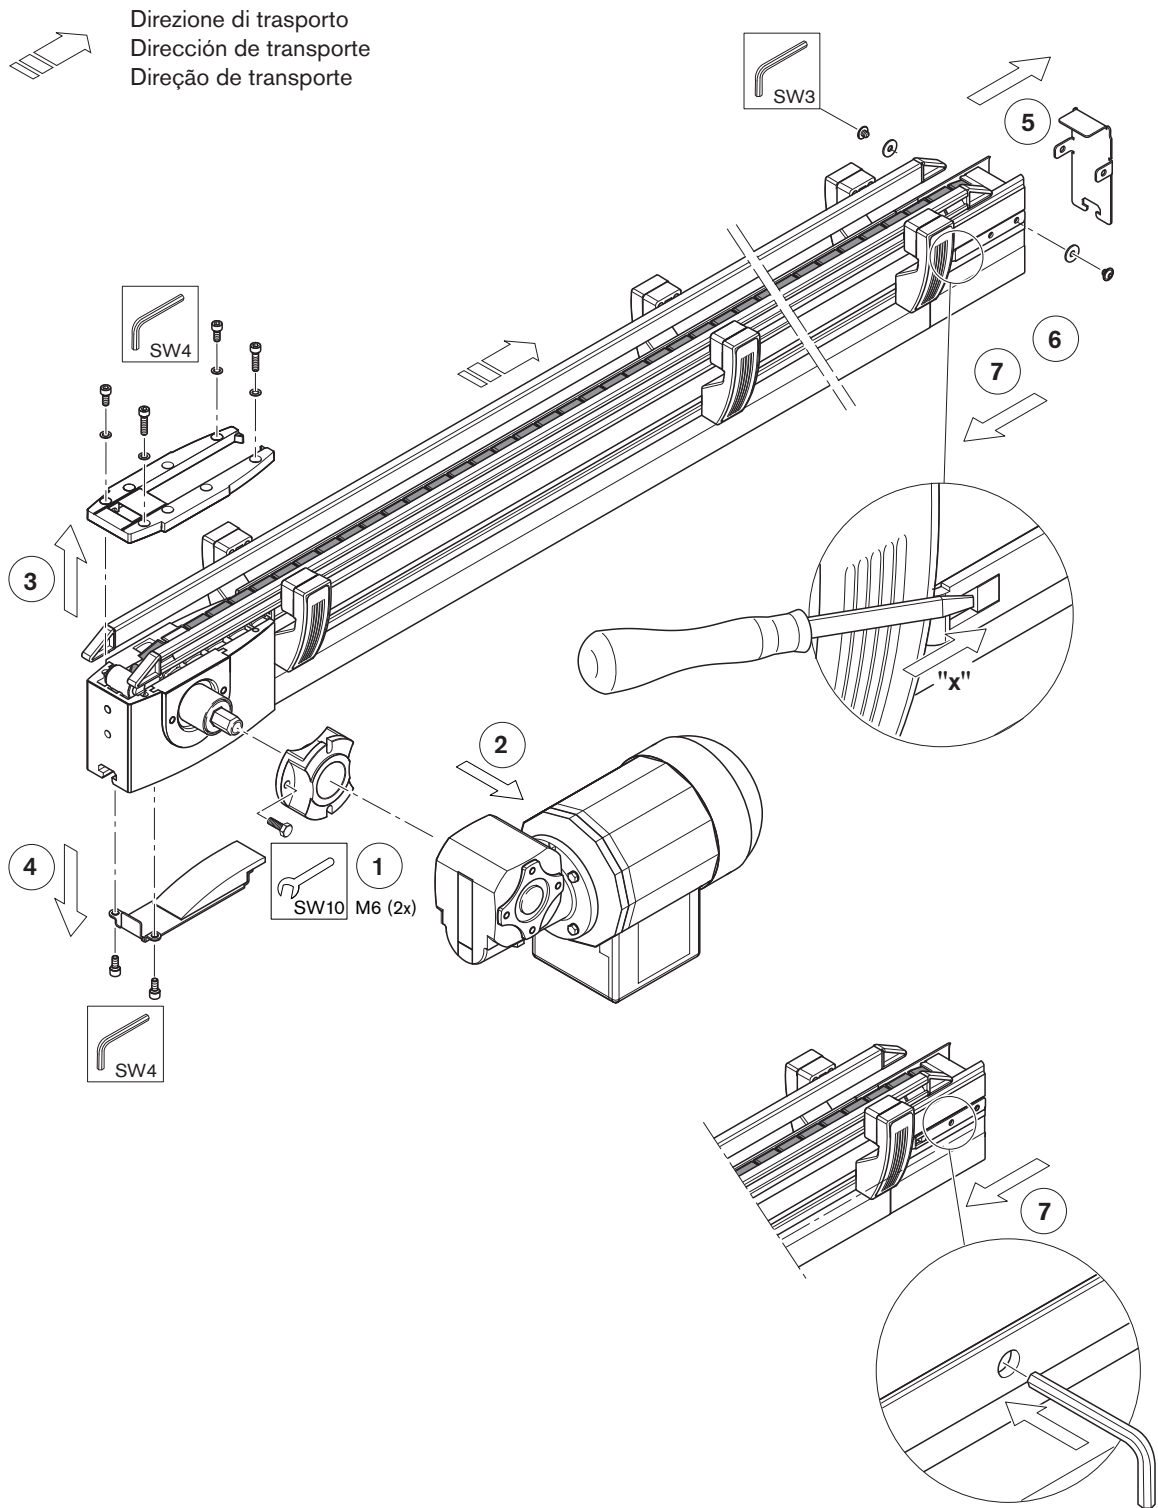

Fig. 15
- 6 Sbloccare il tendicatena premendo sul bordo "x" (Fig. 15)
- 6 Desbloquear el tensor de cadena ejerciendo presión en el canto "x" (Fig. 15)
- 6 Desbloquear o tensor da corrente pressionando a aresta „x“ (Fig. 15)